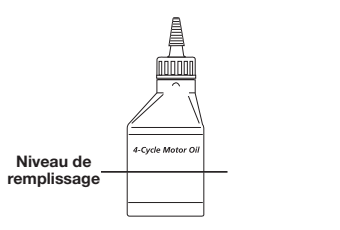

Fig. 16
- REMARQUE :** Utilisez le flacon et le bec de la première utilisation pour mesurer la quantité d'huile correcte. La ligne de remplissage sur l'étiquette du flacon mesure environ 60 ml (2,03 oz) (Fig. 16).